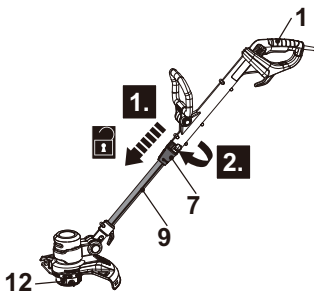

Fig. 6 (posição inicial 0°) Fig. 7 A (posição inicial 90°) (posição inicial 180°)
1. Deslize o botão de desbloqueio (7) para baixo e rode o punho principal (1) no sentido horário enquanto segura na vara inferior (9) para ajustar a cabeça do aparador (12) para um ângulo de 90° ou 180° (Fig. 6). Solte o botão de desbloqueio (7) e continue a rodar o punho principal (1) até que bloqueie na posição. Assegure que o botão de desbloqueio (7) encaixa na posição.